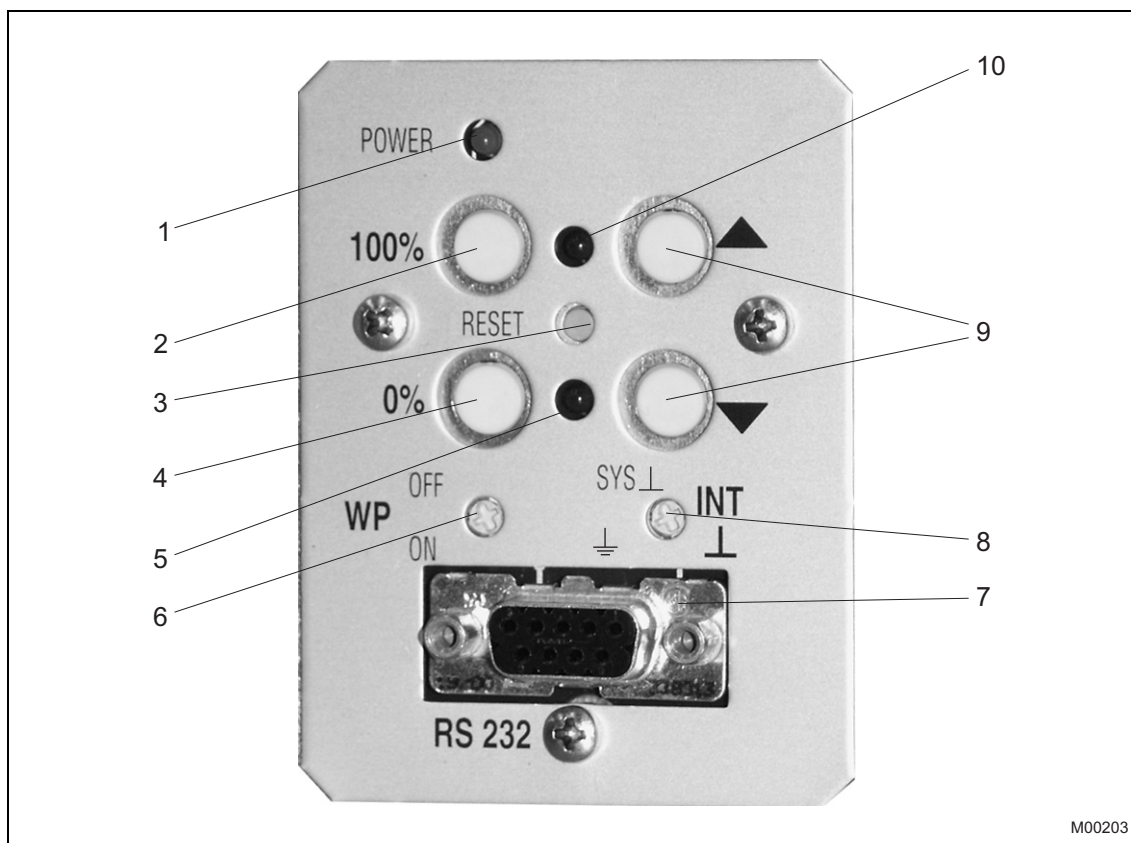

Рис. 20: Сервисно-эксплуатационная панель (СЭП)
Светодиоды (поз. 5 и поз. 10, Рис. 20) мигают с разной частотой в соответствии с активированной функцией.
- Переключить электронный блок в режим «Настройка». Для этого одновременно нажать обе кнопки пуска (9) и удерживать нажатыми в течение прим. 5 с, пока оба СИДа (поз. 5 и 10 на Рис. 20) не начнут мигать с частотой 4 Гц.
Переключатель потенциалов соединяет опорный потенциал с системой или с защитным заземлением (см. стр. 28 Рис. 20 поз. 8).